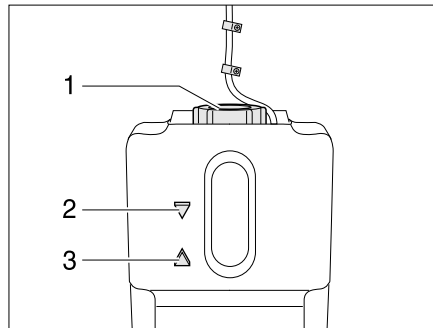

Bild 172 Ausgleichsbehälter Warmwasser-Heizung
- Prüfen, ob am Ausgleichsbehälter (Bild 172) die Flüssigkeit zwischen der Markierung "MIN" (Bild 172,3) und "MAX" (Bild 172,2) steht.
- Am Ausgleichsbehälter den Drehverschluss (Bild 172,1) aufdrehen.